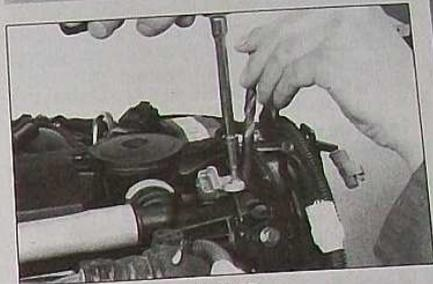

FIG. 48
- dans le cas d'un capteur réutilisé, positionner une pige de Ø 8,5 mm entre le corps du capteur et le bord du carter de distribution (Fig.48) et le serrer dans cette position.